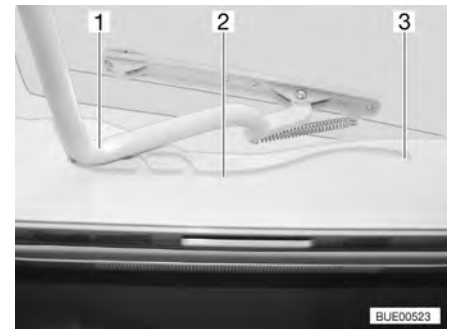

Fig. 60 Claraboya Heki, guía
- Tirar la horquilla (Fig. 60,1) en las guías (Fig. 60,2) hasta la posición trasera final (Fig. 60,3).
- Empujar el estribo (Fig. 60,1) ligeramente hacia arriba con ambas manos.
- Tirar el estribo en las guías (Fig. 60,2) hasta la posición deseada.